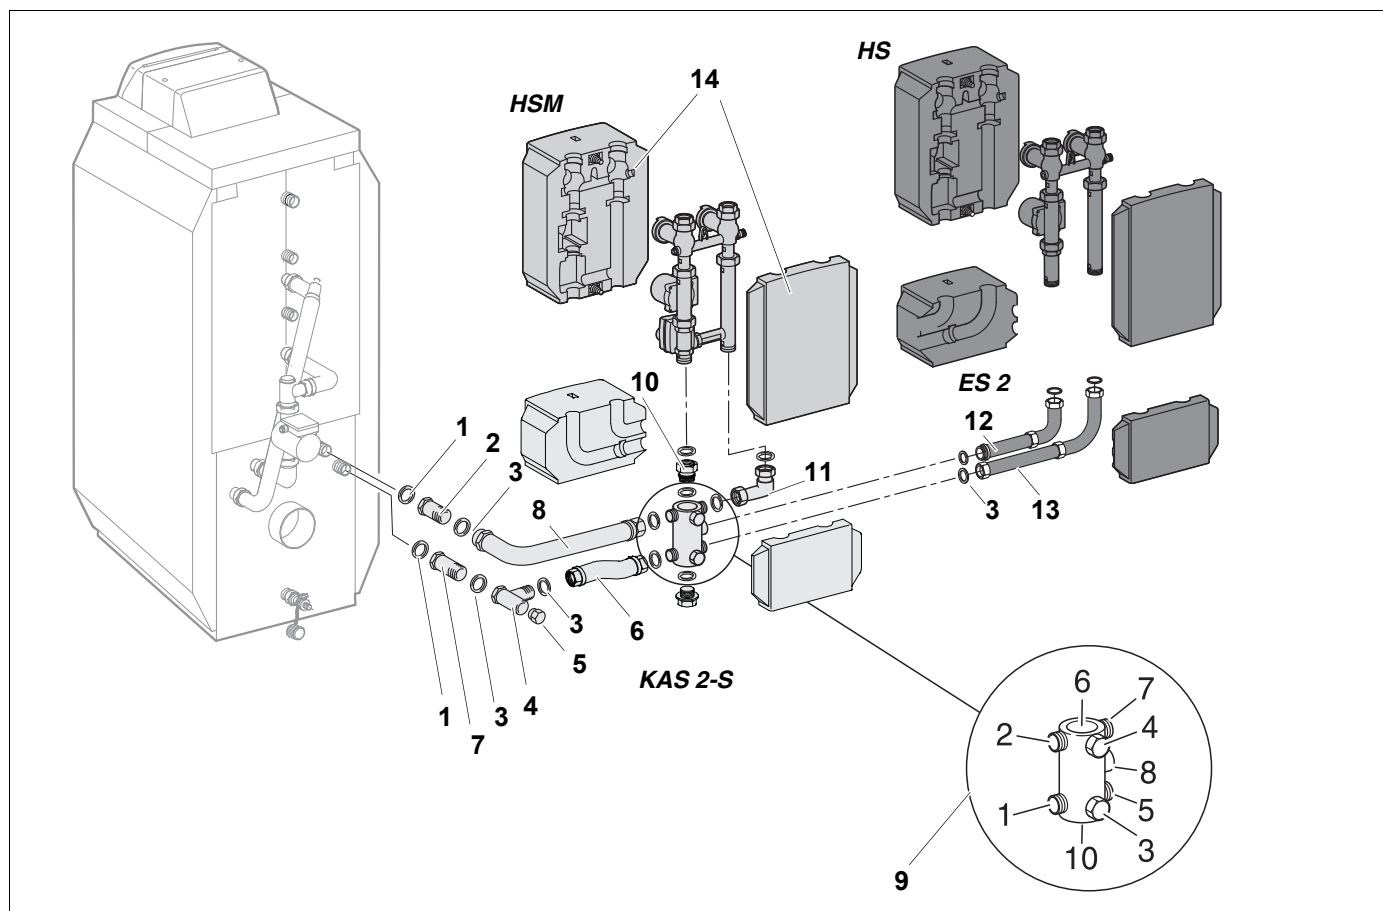

Рис.5 Монтаж KAS 2-S поперек слева (S = сбоку)
Нумерация штуцеров на встроенной многофункциональной гребенке должна обязательно соответствовать нумерации на рис. 5, иначе будут неправильно подключены подающая и обратная линии со стороны котла и со стороны отопительного контура!
- Приверните комплект подключения отопительного контура со смесителем (HSM) или без него (HS) в соответствии с рис. 5.
- Смонтируйте колено с уплотнением [3] (длинная сторона) (рис. 5).
- Уложите уплотнение [3] в соответствии с рис. 5 в резьбовое соединение промежуточного участка [13] и приверните промежуточный участок к штуцеру № 5 многофункциональной гребенки.
- Смонтируйте колено с уплотнением [3] (короткая сторона) (рис. 5).